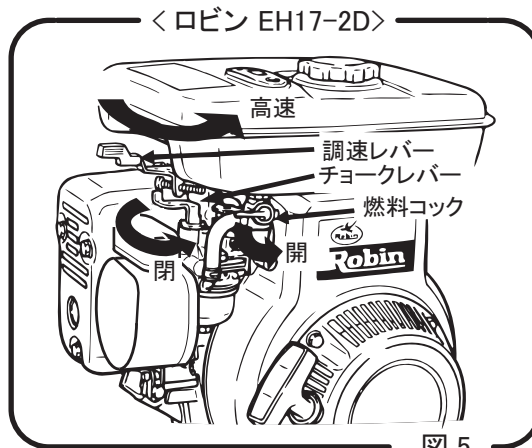

図 5
(図 5)
- 1 調速レバーを一気に開くと本機は振動と前進を始めます。ゆっくり開くとクラッチがスリップしてしまいますので調速レバーの開閉はためらわず一気に行って下さい。(図 5)